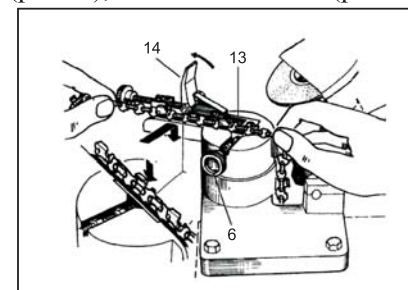

рис.8
6.7 Перед подключением электрического станка к питающей сети, убедитесь что выключатель находится в положении "выкл", чтобы избежать непроизвольного включения станка. Установите цепь направляющими звеньями в ручей 13 (рис. 8), как показано на (рис. 8), отведя установоч-
ный клин **14** (рис. 8) в сторону и ослабив крепёжный винт **6** (рис. 5).